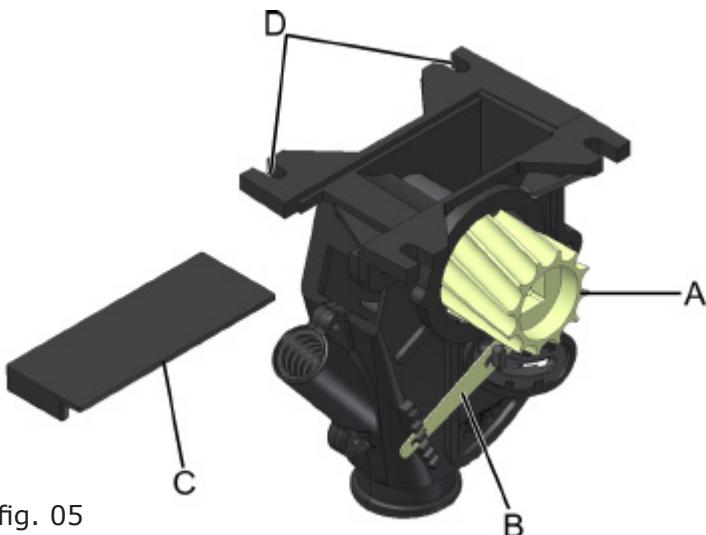

fig. 05
A distribuição de sementes é realizada por um rotor acanalado (A) (fig. 05), montado em uma caixa distribuidora, o qual é acionado por um eixo quadrado, com a possibilidade de deslizamento sobre esse eixo, determinando uma maior ou menor quantidade de sementes a ser distribuída.
Para evitar perdas de sementes quando transportar a semeadora para outra área, feche todas as tampas (C) (pág. 25, fig. 05) das caixas distribuidoras.
Na base de fixação das caixas distribuidoras, têm furos alongados (D) (fig. 05), para o deslocamento da mesma lateralmente e são fixados de tal forma que, quando a regulagem está fechada (posição zero de escala), todos os rotores também estarão igualmente fechados, proporcionando a mesma vazão em todas as caixas e rotores.
Caso ocorra quebra de sementes pelos rotores, mude a posição da alavanca da caixa distribuidora dos rotores acanalados (confira fig. 05 e 06 - pág. 23).